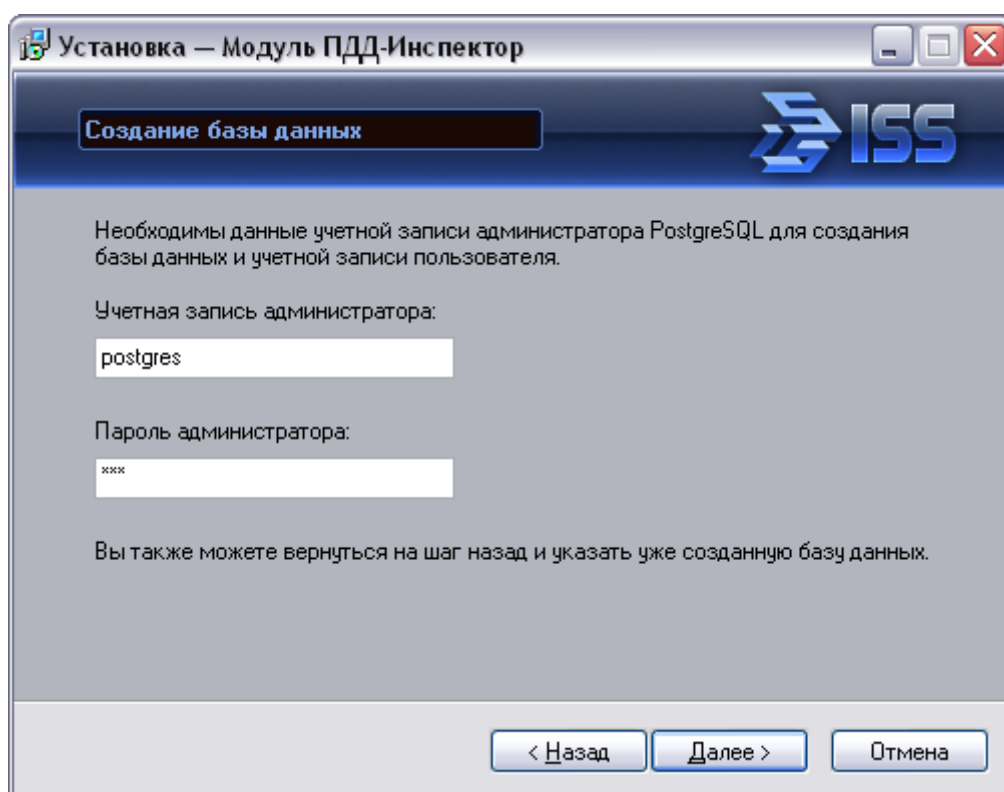

Рис. 7. Создание базы данных
5. Если СУБД PostgreSQL уже была установлена на данном компьютере, но базы данных с указанными параметрами не было обнаружено, то Мастер установки предложит указать имя и пароль администратора СУБД PostgreSQL, необходимые для создания базы данных Модуля (см. рис. 7). Нажмите кнопку **Далее** для продолжения.